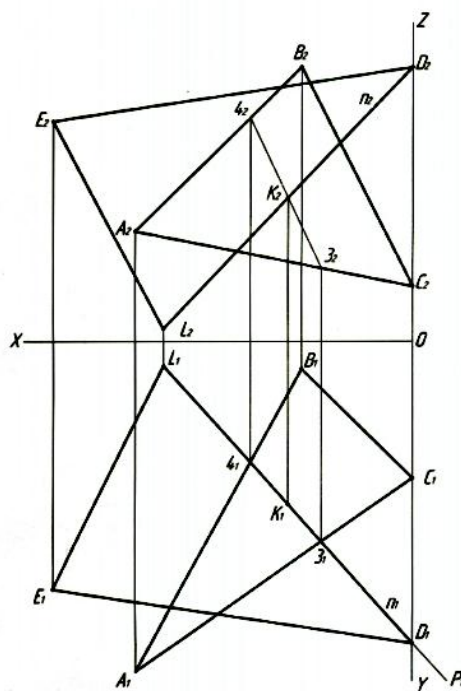

Рис. 3. Построение точки  $K$  — точки встречи перпендикуляра  $n$  с плоскостью  $R(ABC)$  и нахождение точки  $L$
3. Построить точку  $K$ — точку встречи перпендикуляра  $n$  с плоскостью  $R(ABC)$  [ $K=n \cap R(ABC)$ ]. Завершить построение треугольника  $DEL$ , построив точку  $L$ . Точка  $L$  принадлежит перпендикуляру  $n$  [ $L \in n$ ]. Точка  $D$  симметрична точке  $L$  относительно плоскости  $R(ABC)$  [ $DK \cong KL$ ] (рис. 3).
Сначала строим горизонтальную проекцию  $L_1$ , а затем с помощью ЛПС находим фронтальную проекцию  $L_2$  или наоборот (рис. 3).